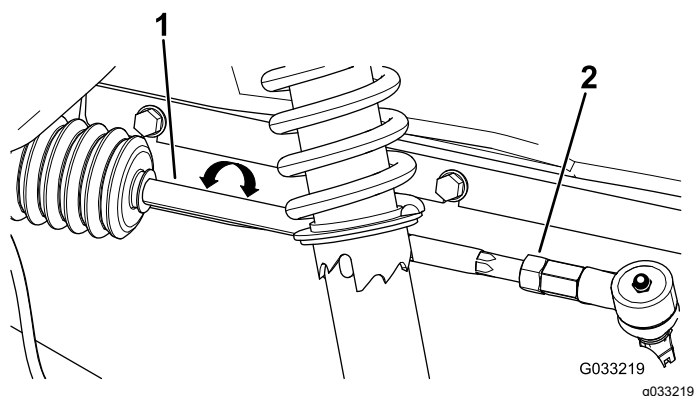

Figure 41
3. Si la mesure n'est pas comprise entre 0 et 6 mm (0 et ¼ po), desserrez les écrous de blocage aux extrémités extérieures des biellettes (Figure 41).